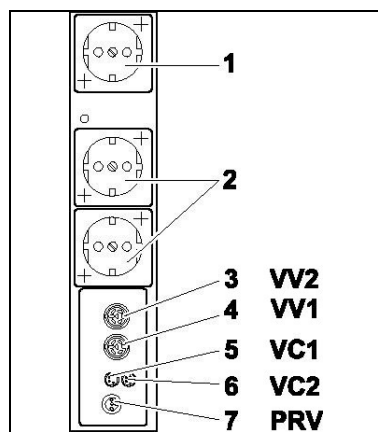

Abb. 10: Anschlüsse Steuereinheit
1. Die Signalbuchse des Vakuum-Controllers und den Anschluss VC1 (Abb. 10/5) der Steuereinheit mit mitgeliefertem Kabel verbinden.
2. Bei Verwendung von zwei Vakuum-Controllern die Signalbuchse des zweiten Vakuum-Controllers und den Anschluss VC2 (6) der Steuereinheit verbinden.
3. Netzstecker des Vakuum-Controllers in Steckdose (2) der Steuereinheit stecken.
4. Bei Verwendung von zwei Vakuum-Controllern die Stecker der Vakuumventile in die Anschlüsse VV1 (4) und VV2 (3) der Steuereinheit stecken.
5. Stecker des Pumpenentlastungsventils in den Anschluss PRV (7) der Steuereinheit stecken.
6. Netzanschluss der Pumpe in gekennzeichnete Steckdose (1) der Steuereinheit stecken.
2. Stecker des Kühlmittelventils in die Buchse VV1 (siehe Abb. 10/4) des Vakuumpumpen-Controllers stecken.